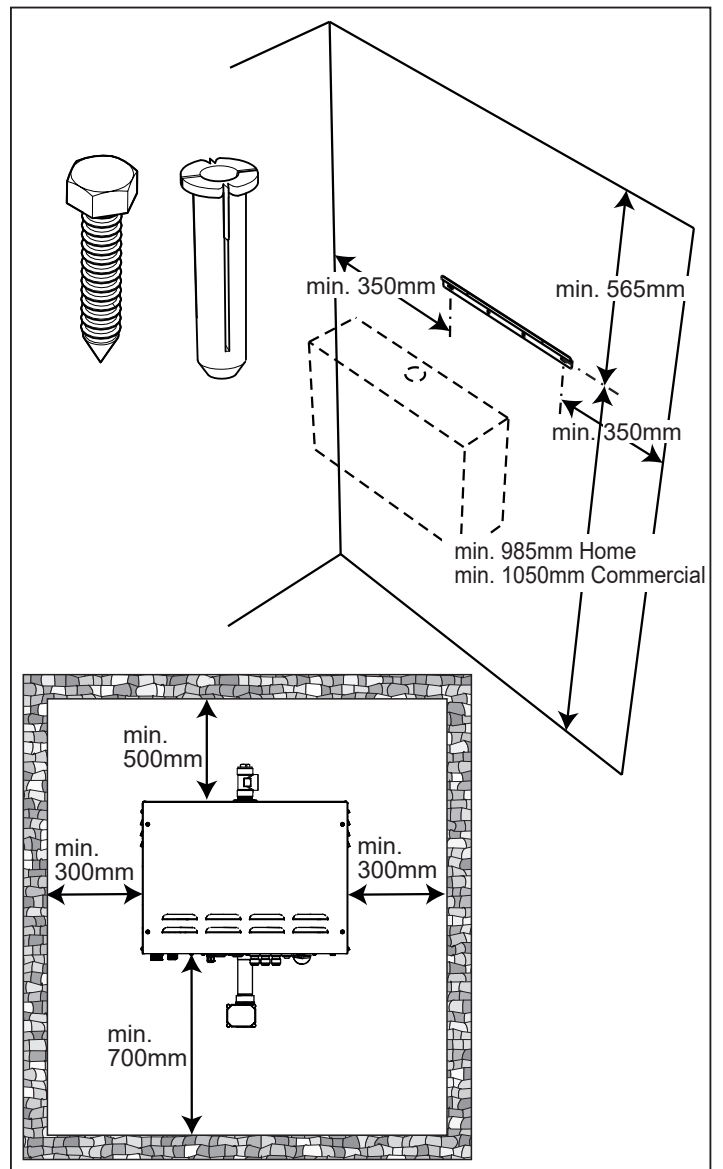
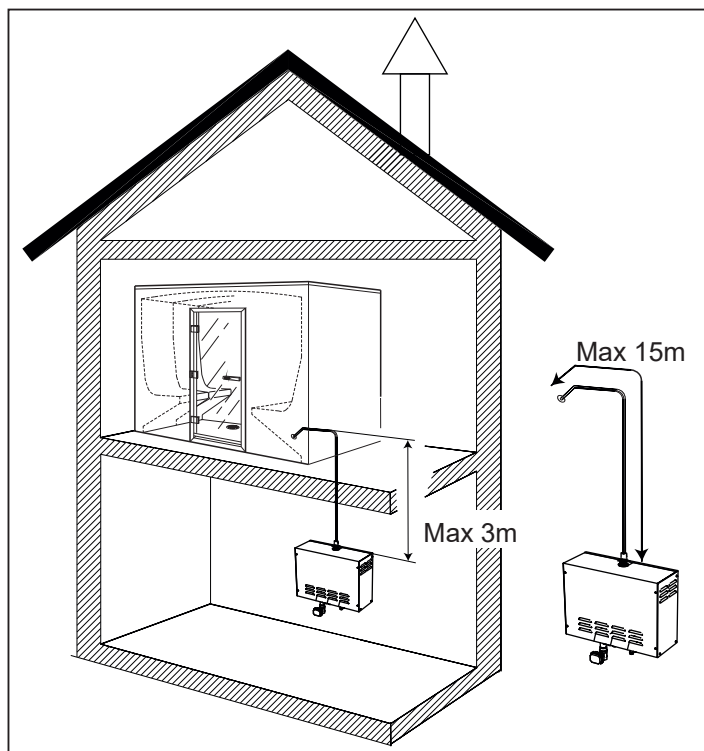

Рис. 3. Как повесить парогенератор
Рис. 5. Максимально допустимая длина паропровода
- Местоположение парогенератора — см. рис. 3, 4, 5.
При монтаже следите за тем, чтобы зазоры соответствовали указанным (рис. 3, 4). Указанные зазоры предусматривают достаточно места для обслуживания и ремонта. Парогенератор должен быть установлен в сухом вентилируемом месте с водоотводом выше, ниже или на одном уровне с паровой. Ни в коем случае не устанавливайте парогенератор в агрессивной среде, способствующей появлению ржавчины). Парогенератор нельзя устанавливать на открытом воздухе. Максимально допустимая разница между высотой расположения парогенератора и паровой: 3 метра. (Рис. 5)